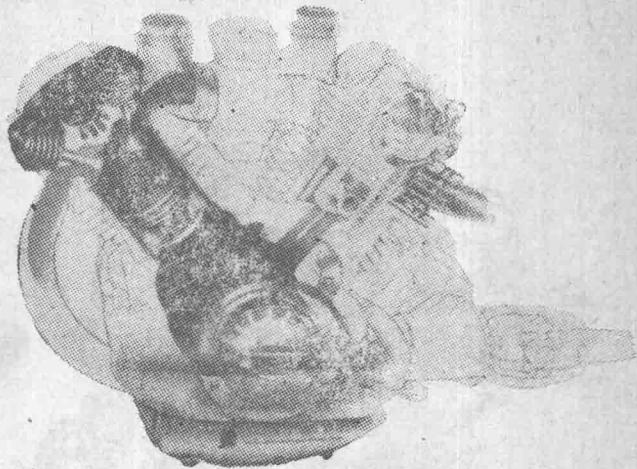

图7 雅马哈
⑦ 双缸风冷四冲程发动机过去多为立式，近年来已多采用V型和降低发动机位置的前倾型。体育竞赛用车的设计已经出现在实用车、通勤车上(图7)。